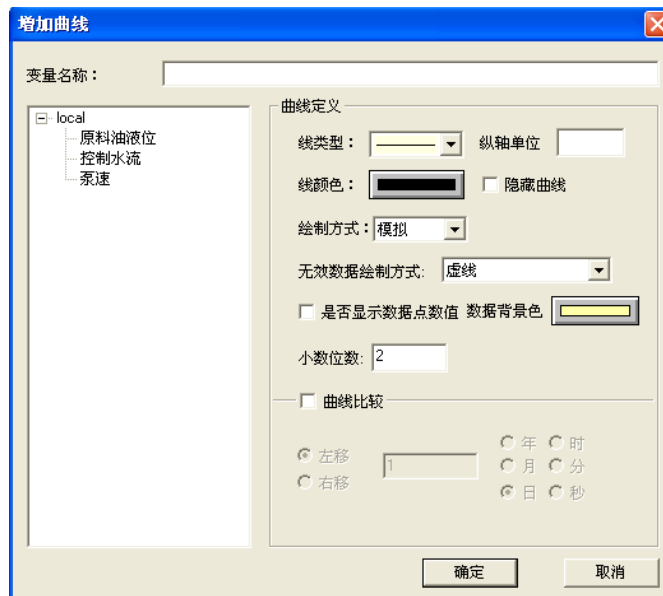

图 6-10
单击此属性页中的“增加”按钮弹出“增加曲线”对话框，如图 6-10 所示。
**定义新曲线：**单击此按钮弹出如图 6-10 所示的“增加曲线”对话框，在对话框中定义新的曲线。